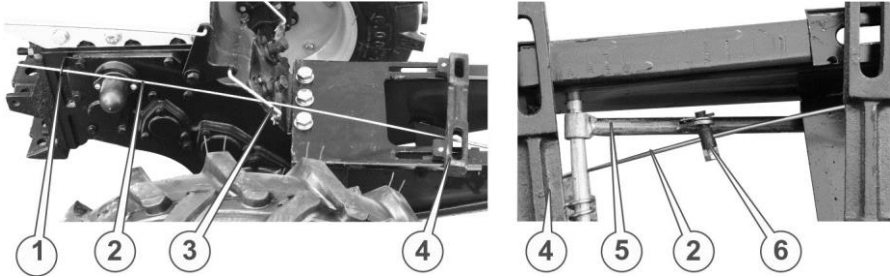

Рисунок 28. Елементи кріплення двигуна та редуктора
10. Вставити тягу (2) (див. рис. 28.) відкидної передньої опори в отвір фіксатора (6), який розташований на відкидній передній опорі (5).
11. Встановити важіль (2) (див. рис. 27.) в крайнє переднє положення. Встановити відкидну передню опору (5) (див. рис. 28.) в крайнє переднє положення. Зафіксувати тягу (2) відкидної передньої опори в фіксаторі (6) за допомогою болта фіксатора. У разі необхідності відрегулювати переміщенням тяги в фіксаторі взаємне положення важеля і опори таким чином, щоб вони надійно фіксувалися в передньому та задньому крайніх положеннях.